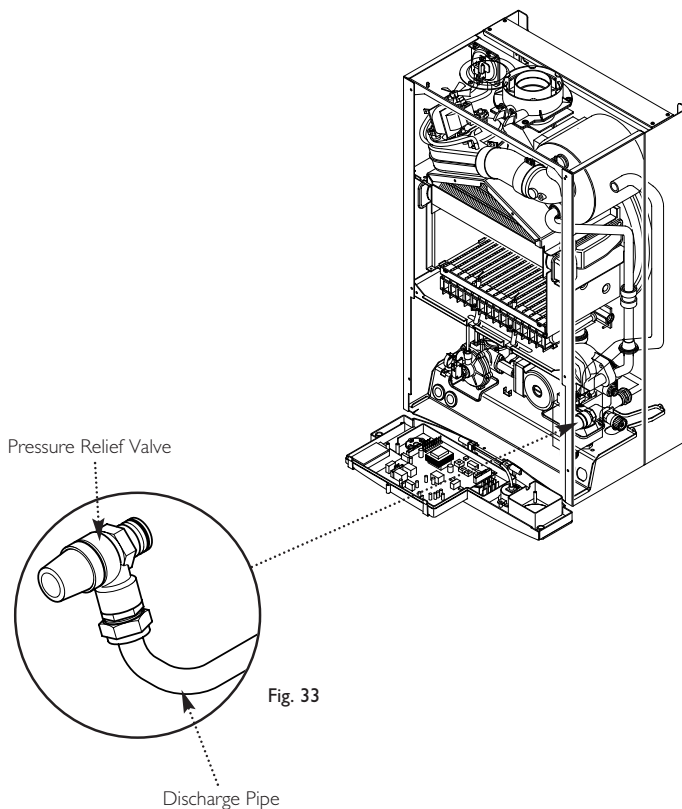

Fig. 33
10.5 Fitting the Pressure Relief Discharge Pipe (Fig. 33)